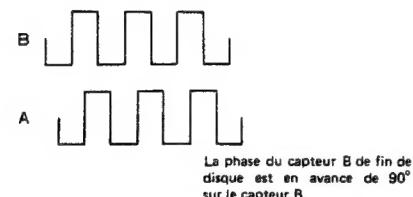

Fig. 14-4 Forme d'onde de sortie 2
- Veiller à ce que la phase du capteur B de fin de disque soit en avance de 90° sur celle du capteur A (Fig. 14-4).